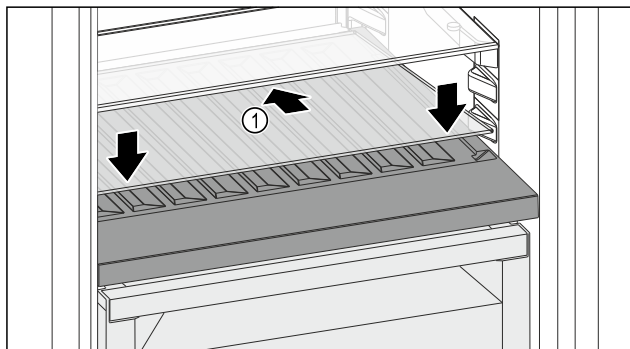

Fig. 163
- Вставте скляну полицю Fig. 163 (1) під кутом, нахиливши назад і донизу.
- Опустіть скляну полицю Fig. 163 (1) вперед.